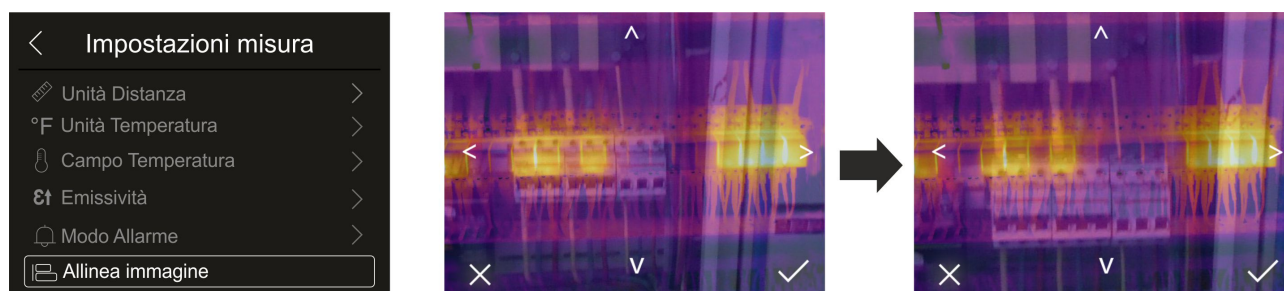

Fig. 29: Allineamento dell'immagine a display
1. Toccare la voce "Allinea immagine". La Fig. 29 – parte centrale è mostrata a display in cui è presente una sovrapposizione delle due immagini con un livello basso di infrarosso.
2. Toccare le 4 frecce presenti sul display in modo da spostare l'immagine IR sovrapponendola a quella visibile (vedere Fig. 29 – parte destra)